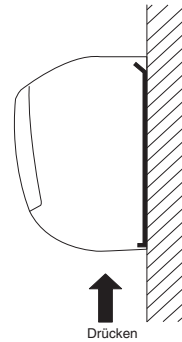

Abb. 3-103
- (3) Die zwei Δ -Kennzeichnungen am unteren Teil der Inneneinheit drücken und die Ansätze ausrasten lassen. Dann die Inneneinheit hochheben und abnehmen. (Abb. 3-103)